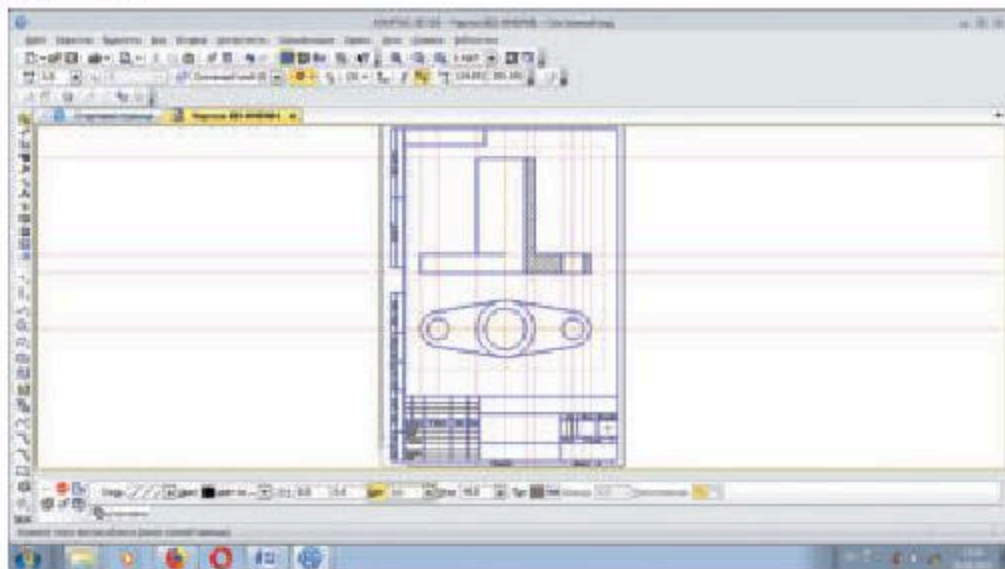

Рис. 15.6
5. Наносим штриховку. Для этого вызываем команду **Штриховка** на панели инструментов, выбираем вид штриховки в окне **Стиль** в **Панели свойств** и указываем шаг штриховки в окне **Шаг**. Подтверждение выбранных параметров производим с помощью команды **Создать объект** (рис. 15.6).